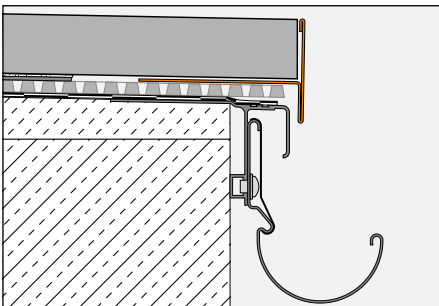

Fig. 2
## Forarbejdning til udlægning af selv bærende pladeelementer på mørtelkontaktpunkter med BARA-RT/ BARA-RTC (fig. 2 og 3)
3.2 Ved udlægning på TROBA-PLUS med tyndmørtel-sokkelringene (fig. 2) Schlüter-TROBA-STELZ-DR dækker afslutningsprofilen BARA-RT/BARA-RTC belægningskonstruktionens frie kant. I dette tilfælde placeres de yderste tyndlags-kontaktpunkter på BARA-RT/ BARA-RTC's trapezperforerede forankringsben. Herefter lægges de selv bærende pladeelementer på kontaktpunkterne.